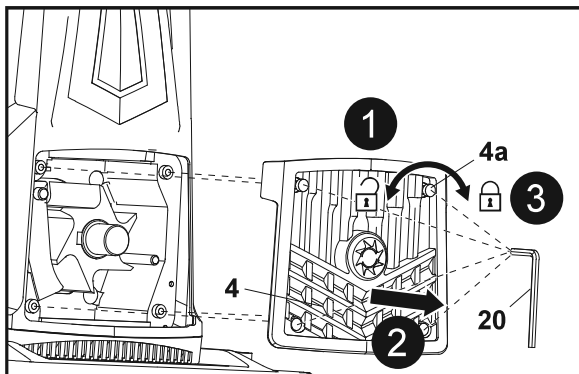
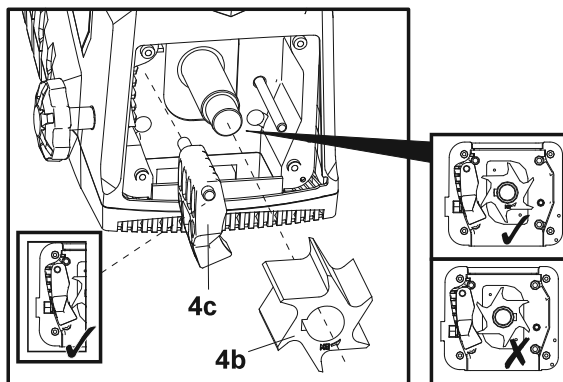

Fig. 13
Fig. 14
1. Prima o interruptor de desligar "O" (16) para desligar a máquina. Aguarde até que as lâminas de corte parem completamente de rodar.
2. Coloque a máquina sobre uma superfície plana e retire a caixa de recolha (12) seguindo a ordem inversa à da montagem. Esvazie a caixa de colheita (12), se necessário.
3. Desaperte completamente os quatro parafusos de montagem (4a) para a esquerda com a chave hexagonal (20) fornecida e retire a proteção do compartimento das lâminas (4) (Fig. 13, passos 1, 2).
4. Remova cuidadosamente o material encravado da conduta de descarga (6).
5. Se necessário, remova as lâminas de corte (4b) e a placa de corte (4c) (Fig. 14).
6. Volte a instalar as lâminas de corte (4b), a placa de corte (4c) (se tiverem sido removidas) e a proteção do compartimento das lâminas (4).
7. Aperte os quatro parafusos (4a) para a direita para fixar a proteção do compartimento das lâminas (4) na devida posição com a chave hexagonal (20) fornecida (Fig. 13, passo 3).
8. Fixe a caixa de recolha (12) corretamente na estrutura (8).
9. Prima o interruptor de ligar "I" (15) para ligar a máquina.